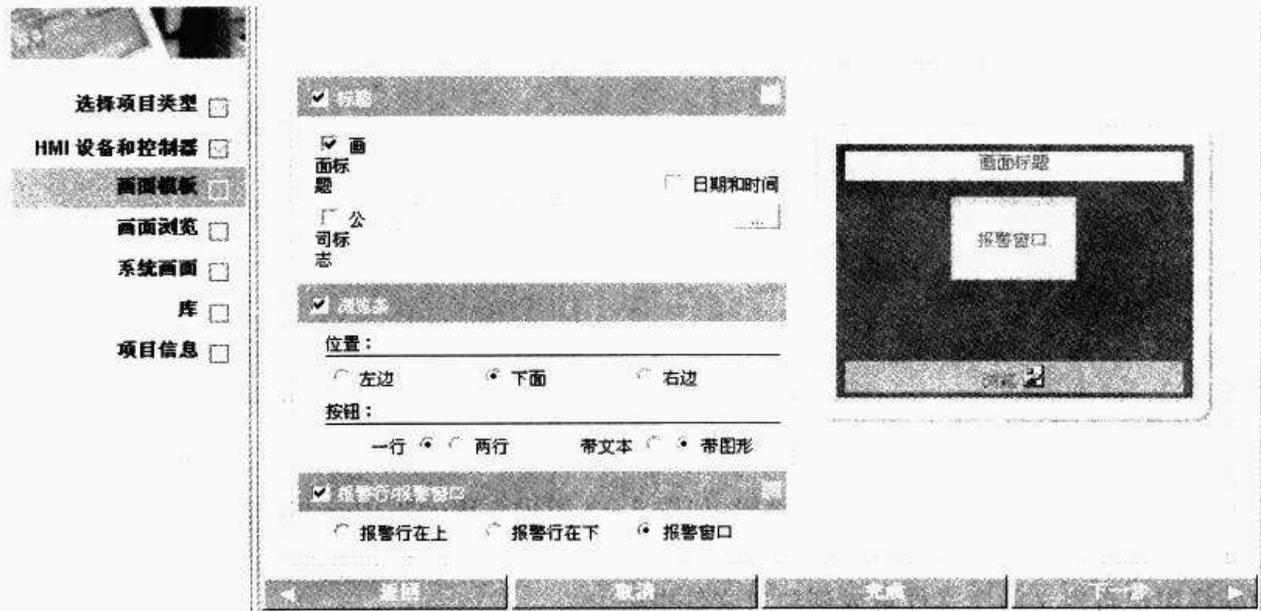

图3-5 “画面模板”设置
⑤ 选择完“设备类型”、“连接方式”和“控制器类型”后,单击“下一步”按钮进入“画面模板”设置,如图 3-5 所示。在此项设置中,用户可以定义每一个画面都采用何种样式作为基本